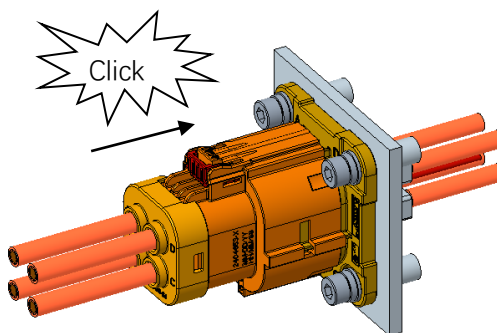

Figure 10
3. Push the CPA until it stops (click will be heard) as shown in Figure 10.
如图 10 所示，推动 CPA 直到停止（将听到咔嗒声）。